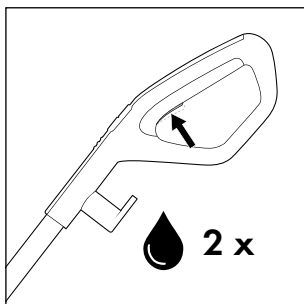
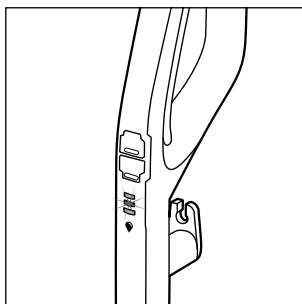

Fig. 18
Fig. 19
- ♦ Tryk kort to gange på kontakten til rengøringsopløsning **15** før brug for at aktivere den permanente sprayfunktion og gøre børsterullen **6** med rengøringsopløsning klar til brug (se fig. 18). Indikatoren for rengøringsopløsningen  **12** blinker blåt, når den permanente sprayfunktion er aktiveret, eller når der trykkes på kontakten til rengøringsopløsning **15** (se fig. 19).